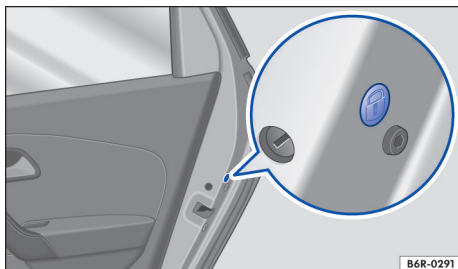

Fig. 48 Debaixo da vedação de borracha : destravamento de emergência.
- Remover a vedação de borracha da porta. A tampinha é identificada por um cadeado  → Fig. 48.